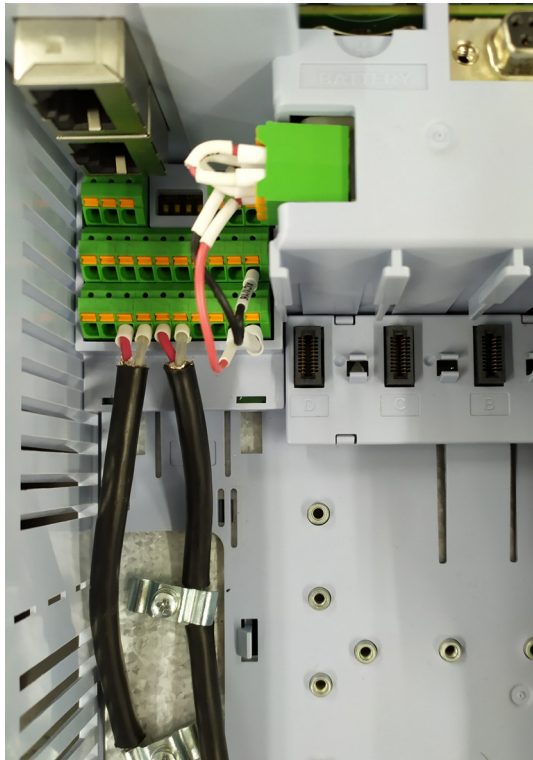

Figura 3.35: Ejemplo de conexión del blindaje de cables de control
- Poner a tierra correctamente el blindaje de los cables, utilizando conexión del blindaje en 360°, conforme es presentado en la Figura 3.35 en la página 67.